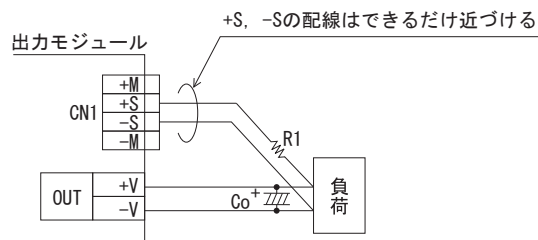

図 2.4 リモートセンシングを使用する場合
- リモートセンシング機能を使用する場合の結線を図 2.4 に示します。
- ①負荷線に接触不良（ねじのゆるみなど）が生じると、センシング線に負荷電流が流れ、電源内部回路を破損することがあるので、結線には充分注意すること。
- ②電源から負荷までの配線は、充分余裕のある太い電線を使用し、ラインドロップは 0.3V 以下とすること。
- ③配線や負荷のインピーダンスによって、電源出力電圧に発振波形が発生したり、出力電圧の変動が大きくなることもあるので、充分に評価してから使用すること。出力電圧が不安定になった場合、次の方法で対応することができる。